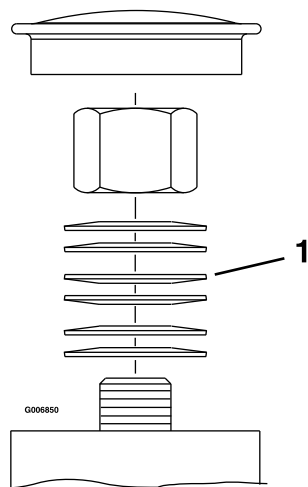

Figura 53
3. Togliete il coperchietto antipolvere dalla ruota orientabile e serrate il dado di bloccaggio (Figura 52 e Figura 53).
4. Serrate il dado di bloccaggio finché le rondelle elastiche non sono piatte, quindi allentate di un quarto di giro per mettere punto il precarico sui cuscinetti (Figura 52 e Figura 53).
Importante: Verificate che le rondelle elastiche siano correttamente montate, come riportato nella Figura 52 e nella Figura 53.